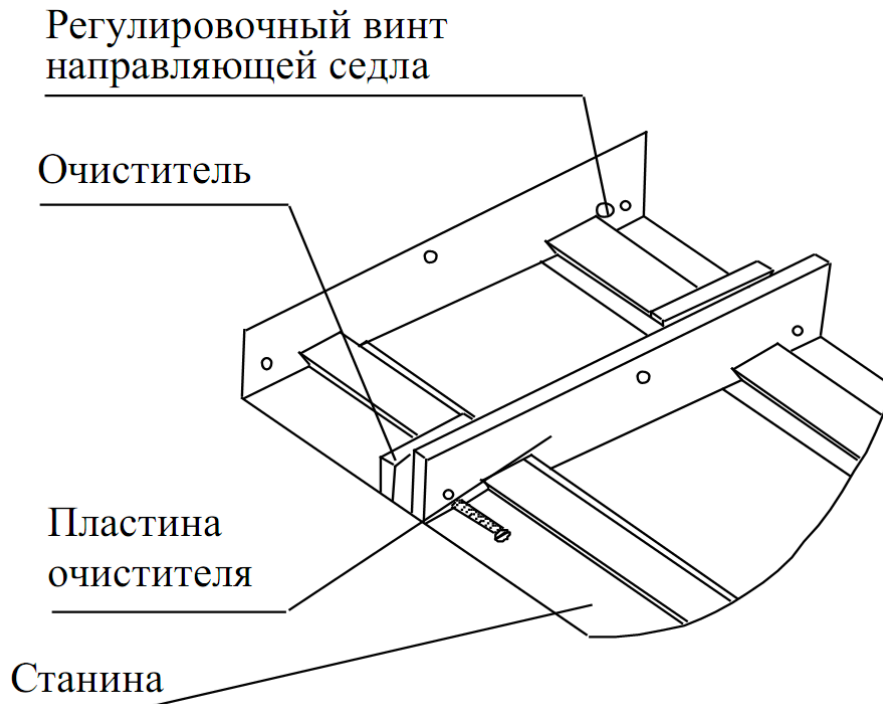

Рис. 5
10.2 Регулировка направляющих седло-станина (Рис. 5).